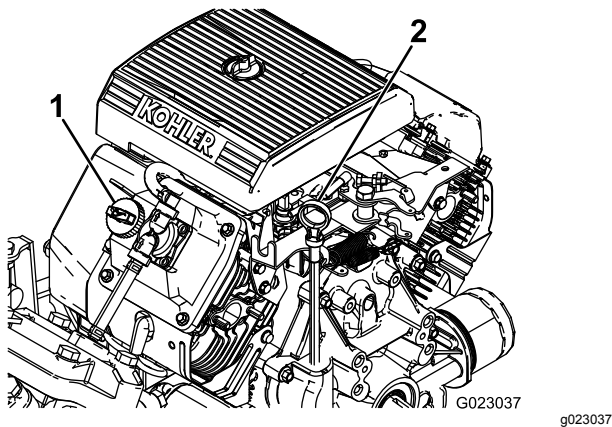

Figura 11
2. Retire la varilla y límpiela con un paño limpio (Figura 11).
4. Si el nivel de aceite es bajo, retire el tapón de llenado de la cubierta de la válvula (Figura 11) Y AÑADA ACEITE POR EL ORIFICIO HASTA QUE EL NIVEL LLEGUE A LA MARCA LLENO DE LA VARILLA; EL TIPO Y LA VISCOSIDAD CORRECTOS FIGURAN EN LA SECCIÓN . Mantenimiento del aceite de motor \(página 48\)